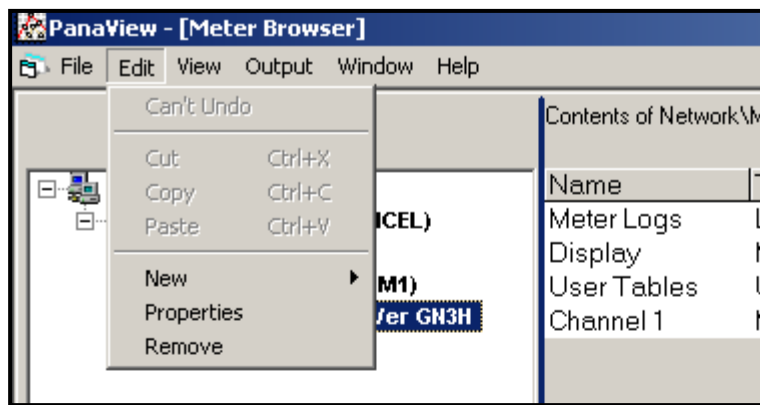

Figura 25: La opción *Propiedades* en el menú *Editar*
2. Abra el menú “*Editar*” y seleccione la opción “*Properties (Propiedades)*”, como se muestra en Figura 25.